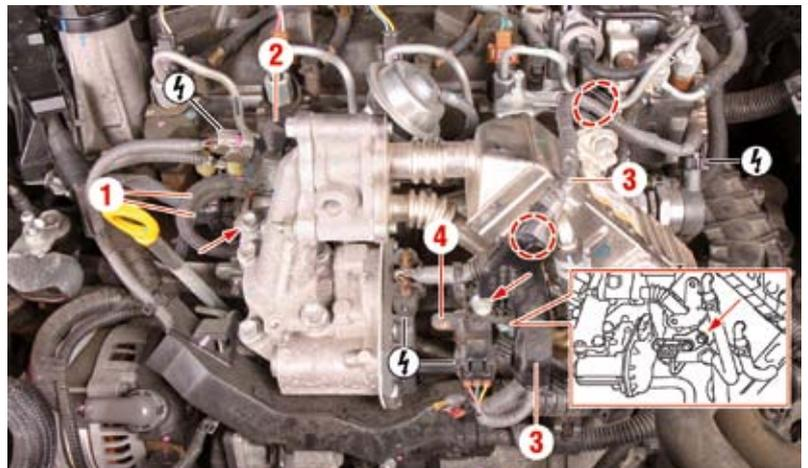

Fig. 30
- Scollegare i manicotti **(1)** (Fig. 30).